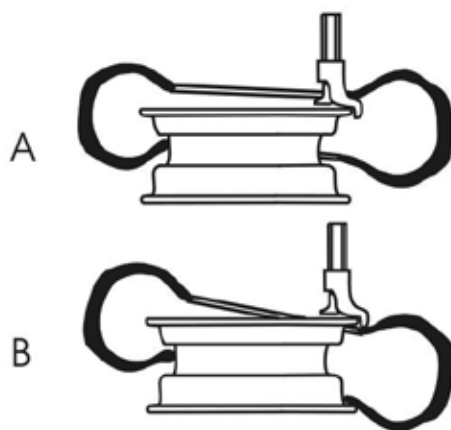

Fig.23
- Appuyez sur la partie centrale du pneu. Appuyez sur la pédale de gauche à tourner dans le sens horaire plateau, rendant la chute du bord du pneu dans la gorge de la jante (comme fig.23-A).